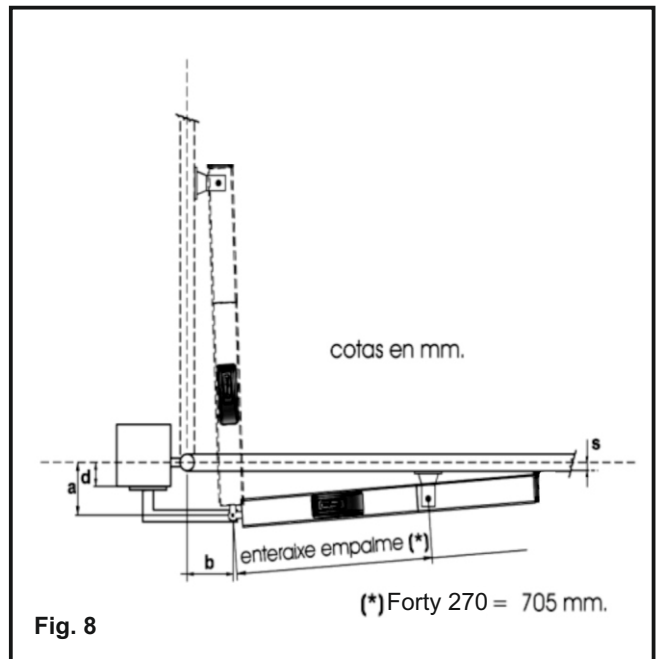

Fig. 8
**3.3. INSTALACIÓN DE LOS ACCIÓNADORES FORTY CON ABERTURA HOYA EXTERNA (fig. 8)**